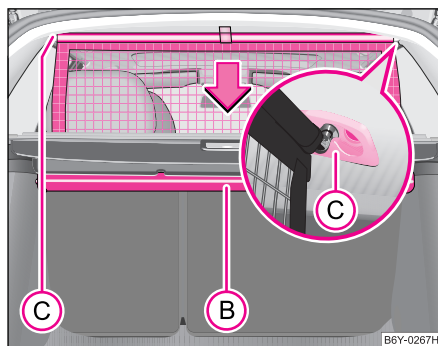

Fig. 62 Enrollar la red divisoria
- Tire de la barra transversal un poco hacia atrás, primero en un lado y seguidamente en el otro lado, y saque la barra transversal de los alojamientos (C) ⇒ fig. 62.
- **Mantenga** la barra transversal de tal modo, que la red divisoria pueda enrollarse lentamente y sin daños en la caja (B).